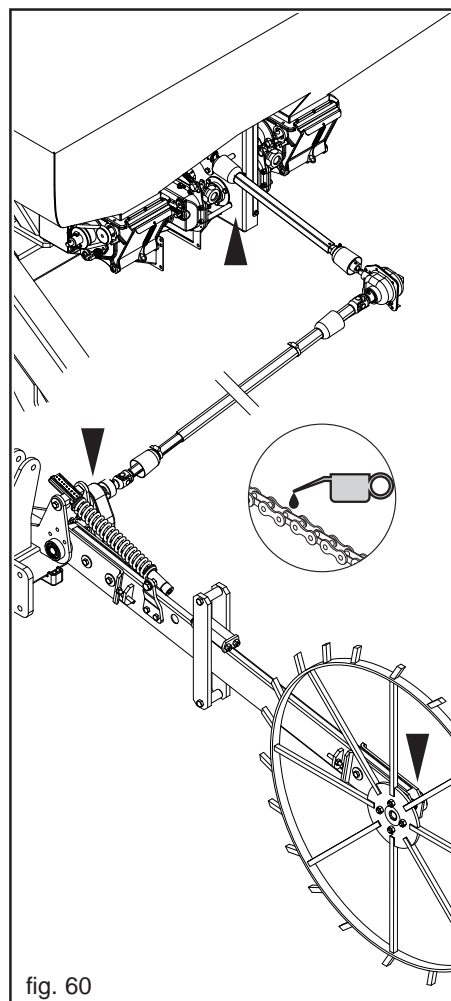
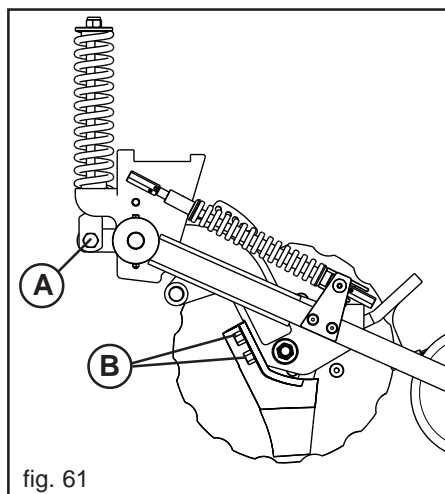
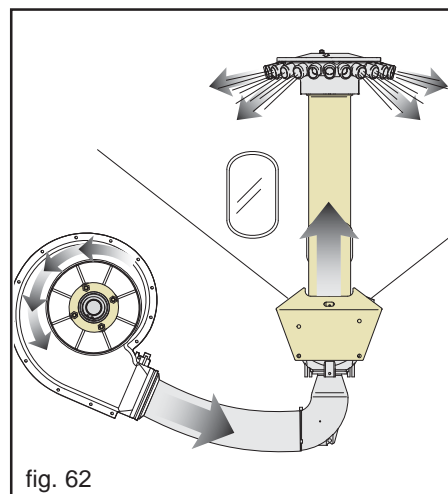
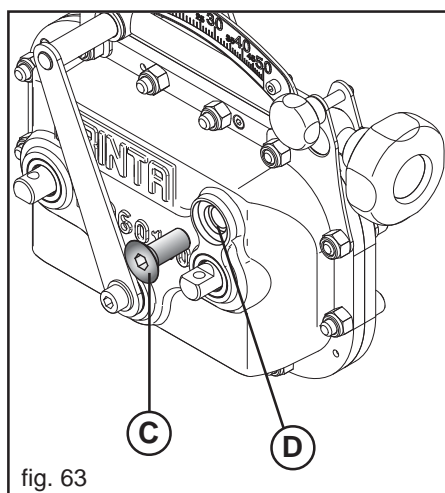

fig. 60
fig. 61
fig. 62
fig. 63
CUANDO LA MAQUINA ESTANUEVA	<ul style="list-style-type: none"> <li>- Engrasar las cadenas de transmisión (Fig. 60).</li> <li>- Engrasar todos los puntos señalados con la calcomanía n° 16 ("GRASE") en la pág. 162 de este catálogo.</li> <li>- Tras las primeras ocho horas de trabajo, controlar que los tornillos estén bien apretados.</li> <li>- Verificar el apriete de los pernos surcadores (A-B, Fig. 61).</li> </ul>
AL PRINCIPIO DE LA ESTA DE SIEMBRA	<ul style="list-style-type: none"> <li>- Engrasar las cadenas de transmisión (Fig. 60).</li> <li>- En cada estación, realice un cambio completo de aceite con aceite tipo "AGIP EXIDIA HG 68" (Kg. 0,7):                             <ol style="list-style-type: none"> <li>1) quite el tapón (C, Fig. 63);</li> <li>2) vacíe completamente el aceite por la descarga (D) y recoja el mismo en un recipiente idóneo;</li> <li>3) introduzca el aceite nuevo (0,7 Kg) y cierre el tapón.</li> </ol> </li> <li>- Compruebe que la transmisión gire libremente y sin interferencias.</li> <li>- Accionar la sembradora en vacío, el flujo de aire libera los conductos de la presencia de condensación y elimina las posibles impurezas (Fig. 62).</li> <li>- Controle el nivel de aceite en el multiplicador y, si fuera necesario, añada aceite.</li> </ul>
CADA 20/30 HORAS DE TRABAJO	<ul style="list-style-type: none"> <li>- Verificar el apriete de los pernos surcadores (A-B, Fig. 61).</li> <li>- Limpie y lubrique las cadenas de transmisión (Fig. 60), los engranajes y el tensor de cadenas.</li> <li>- Controlar periódicamente el desgaste de las cajas (1) indicadas en la Figura 64.</li> </ul>
CADA 5 AÑOS PUESTA EN REPOSO	<ul style="list-style-type: none"> <li>- Substituir todos los tubos de las instalaciones hidráulicas.</li> </ul> <p>Al final de la estación o en caso de que se prevea un largo periodo de reposo, se aconseja:</p> <ol style="list-style-type: none"> <li>1) Descargar con cuidado todas las semillas de la tolva y de los órganos de distribución (véase cap. 3.14).</li> <li>2) Lave el equipo con agua abundante, especialmente el depósito y el dosificador, secando el mismo con chorros de aire.</li> <li>3) Controlar minuciosamente y eventualmente sustituir las partes dañadas o gastadas.</li> <li>4) Compruebe que el dosificador pueda girar sin mucho esfuerzo y si hace falta, verifique la integridad de los cojinetes.</li> <li>5) Apretar a fondo todos los tornillos y las tuercas.</li> <li>6) Engrasar las cadenas de transmisión (Fig. 60), lubricar todas las cadenas de transmisión y poner lubricante en todas las partes no barnizadas (Fig. 67).</li> <li>7) Proteger el equipo con una tela.</li> <li>8) En fin, colocarlo en un ambiente seco, estable y fuera del alcance de las personas no encargados.</li> </ol>